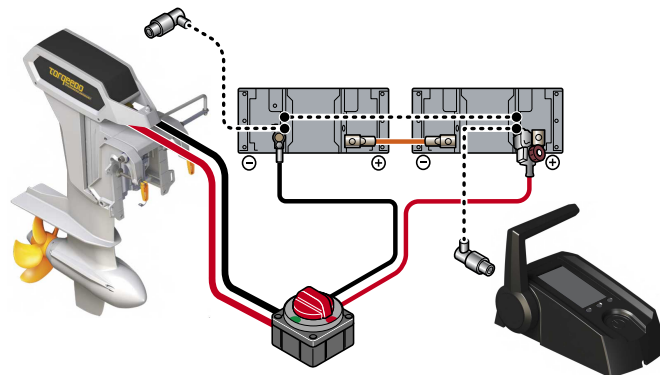

Fig. 15: Schema elettrico 26-104
2. Collegare il cavo alle batterie, **vedi "Fig. 15: Schema elettrico 26-104"**.